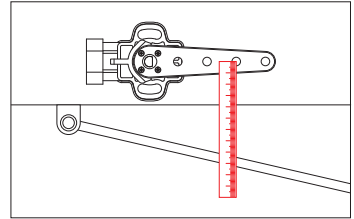

Abb. 9: Sensorarmlänge
1. Bringen Sie die Aufhängung mithilfe eines Getriebehebers in die Mittelstellung des gesamten Verfahrenswegs und den Sensorarm in Mittelstellung des Arbeitsbereichs. Messen Sie nun den Abstand [D] zwischen gewähltem Befestigungsloch und dem Befestigungspunkt der Koppelstange (Abb. 9).